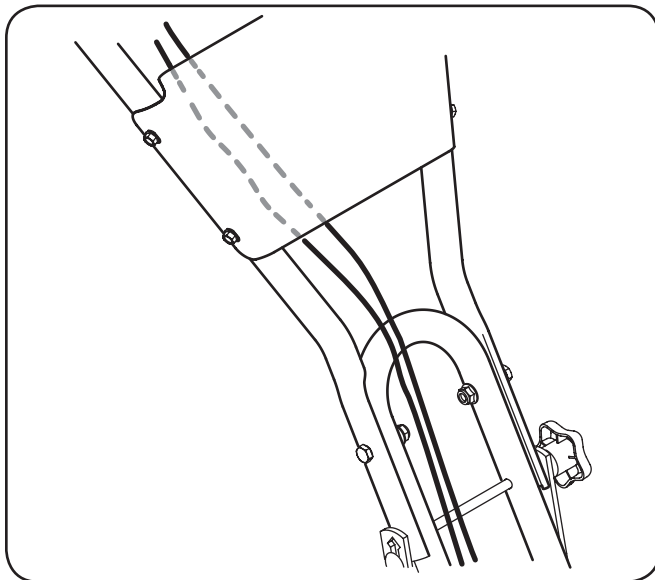

Figura 3-6
- Desenvuelva con cuidado los cables de la posición de transporte. Para conectar los cables de embrague, alimentar a los cables de la parte delantera del mango inferior derecha y detrás del panel del asa. Vea la Figura 3-6.